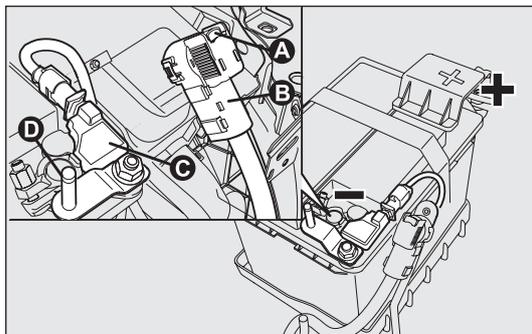

fig. 177c
## Versiones sin falso borne fig. 177c
- pulsar el botón A-fig. 177c para desmontar el conector B del sensor C de monitoreo del estado de la batería (este último está ubicado en el polo negativo de la misma batería).